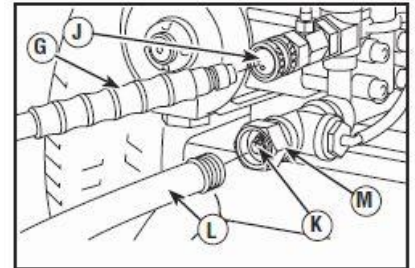

Fig. 8
2. De la misma manera, conecte el otro extremo de la manguera a alta presión (G), a la salida de alta presión (J) de la bomba. Hale el collar de la conexión rápida, deslícelo en la bomba y suelte el collar. Hale la manguera para asegurarse que esta bien conectada. (See Fig. 8)
1. Examine el filtro de entrada de la manguera de jardín (K) para determinar si presenta daños. (See Fig. 8)
3. Deje correr agua fría por la manguera de riego (L) durante 30 segundos para limpiar cualquier posible resto. Manguera de jardín no debe superar los 15 m (50 pies) longitud. Interrumpa la alimentación de agua y conecte la manguera de jardín